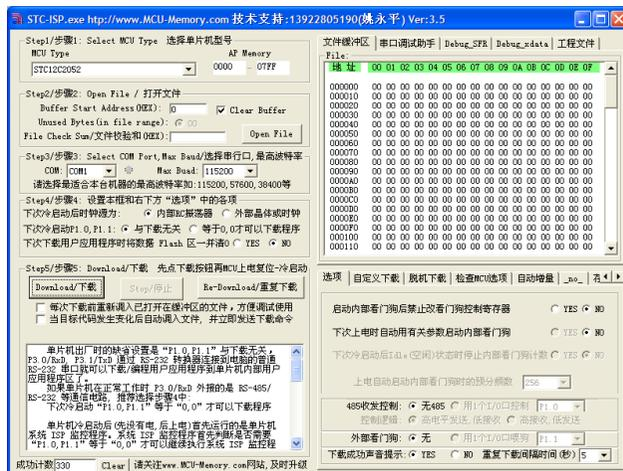

图 4
2.1 打开 STC-ISP V3.5 软件的 exe 文件，如图 4 默认设置使用；